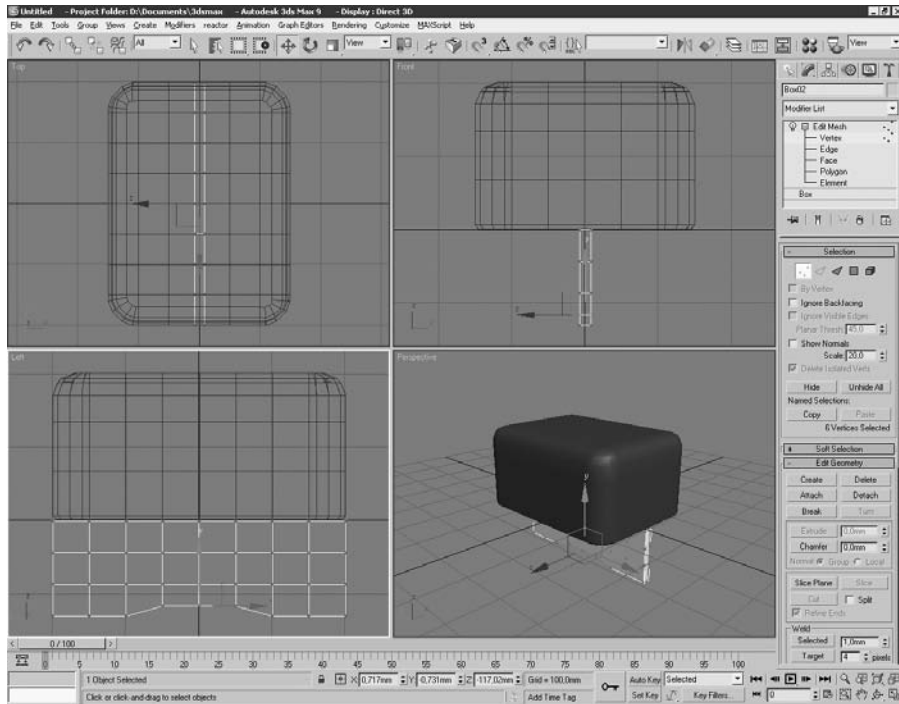

Рис. 4.5
10. Перейти в стеке модификаторов на уровень подобъектов Vertex (Вершина). Выделить три средних вершины в самом нижнем ряду и переместить их на 10 мм вверх — на нижней кромке детали образуется выемка (рис. 4.5).